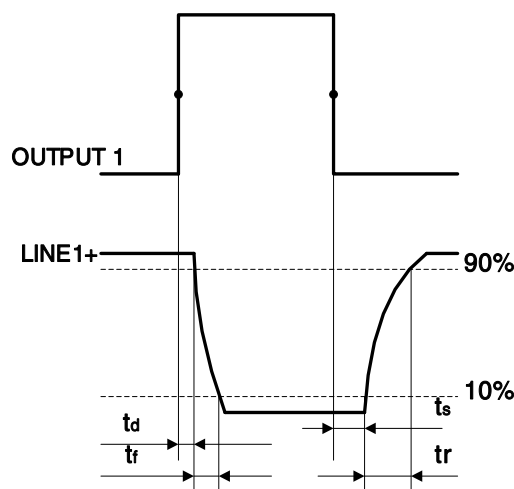

图 7-6 光耦隔离输出电路参数
- 上升沿延时= t_d+t_f : $<50\mu s$ ($0^\circ C\sim 45^\circ C$), 参数说明见图 7-6
- 下降沿延时= t_s+t_r : $<50\mu s$ ($0^\circ C\sim 45^\circ C$), 参数说明见图 7-6
- 上升沿延时= t_f+t_d : $<20\mu\text{s}$ ($0^{\circ}\text{C}\sim 45^{\circ}\text{C}$)，参数说明见图 7-6
- 下降沿延时= t_r+t_s : $<20\mu\text{s}$ ($0^{\circ}\text{C}\sim 45^{\circ}\text{C}$)，参数说明见图 7-6